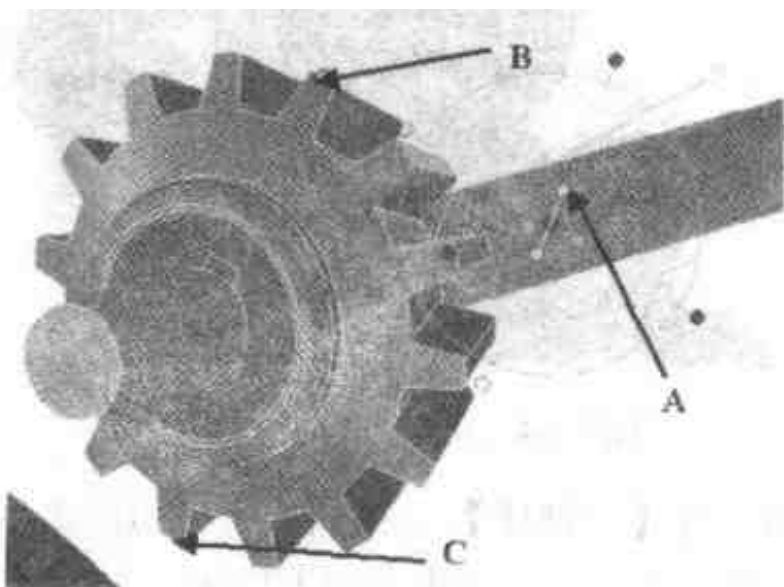

图 3.58 定位三维球
- (2) 选择主动轴组件，打开【三维球】，按空格键单独移动三维球，右击如图 3.58 A 所示的定向手柄，选择【点到点】命令，然后依次单击主动齿轮对应齿中点(B)和(C)。